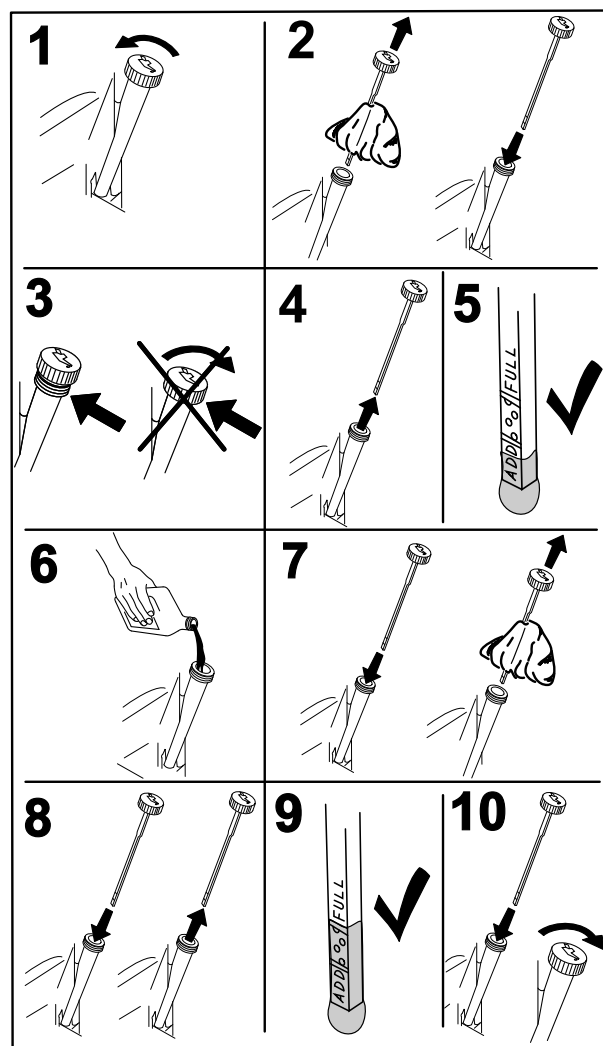

Figure 46
- Avant de quitter la position de conduite, coupez le moteur, enlevez la clé de contact et attendez l'arrêt de toutes les pièces mobiles (Figure 46).